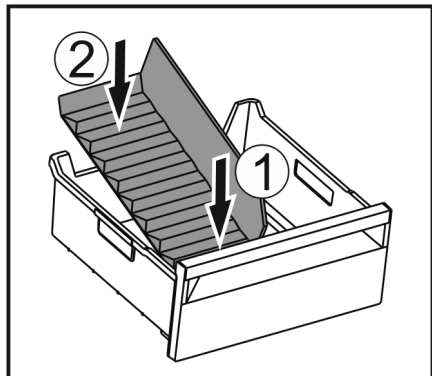

Fig. 171
- ▶ Installer la partie avant du séparateur de congélateur. Fig. 171 (1)
- ▶ Abaisser la partie arrière du séparateur de congélateur jusqu'au fond du tiroir. Fig. 171 (2)